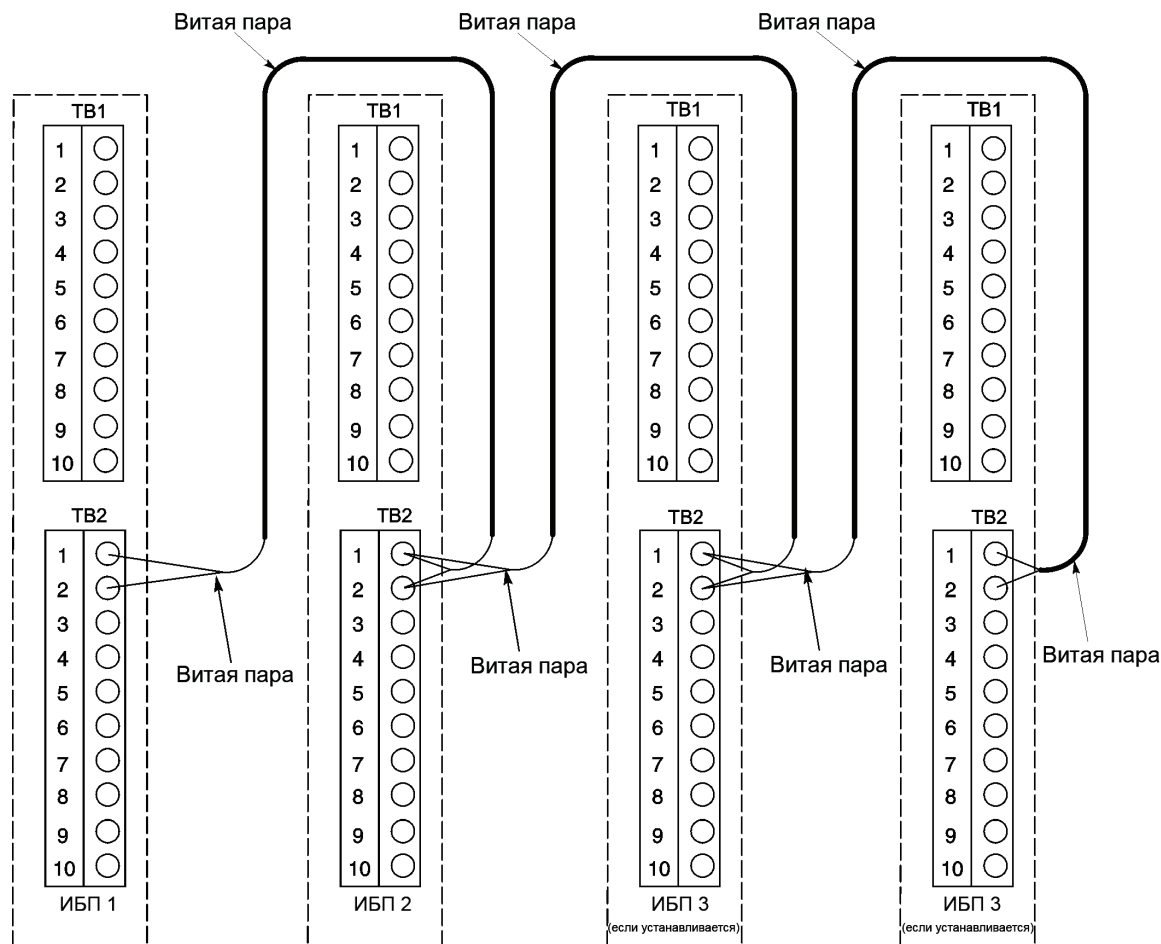

Рис. 5-5. Проводка Pull-Chain систем с распределенным байпасом без MOV
9. Проведите и установите проводку системы с распределенным байпасом между шкафами ИБП. Для получения информации о подключении проводки см. Рис. 5-5 и Табл. 5-3 на стр. 56.